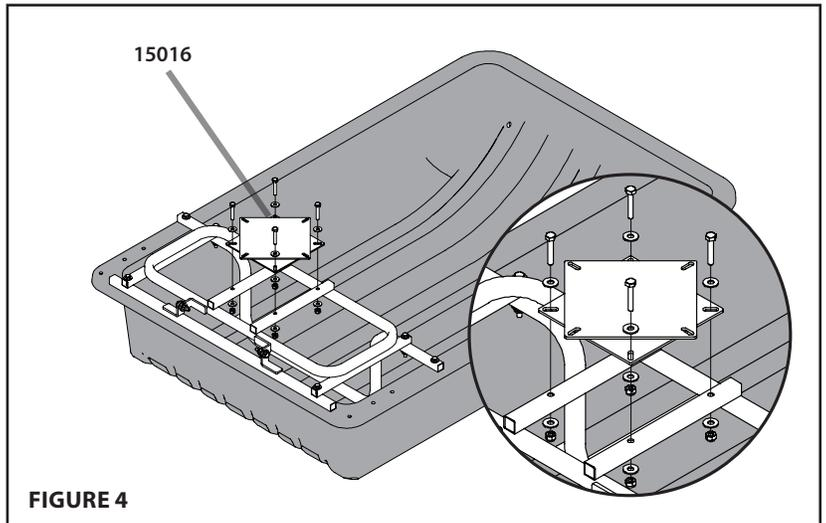

FIGURE 4
4. [**FIGURE 4**]
REMARQUE : Enfiler les vis avec le filetage vers le bas, comme sur la Figure 4.